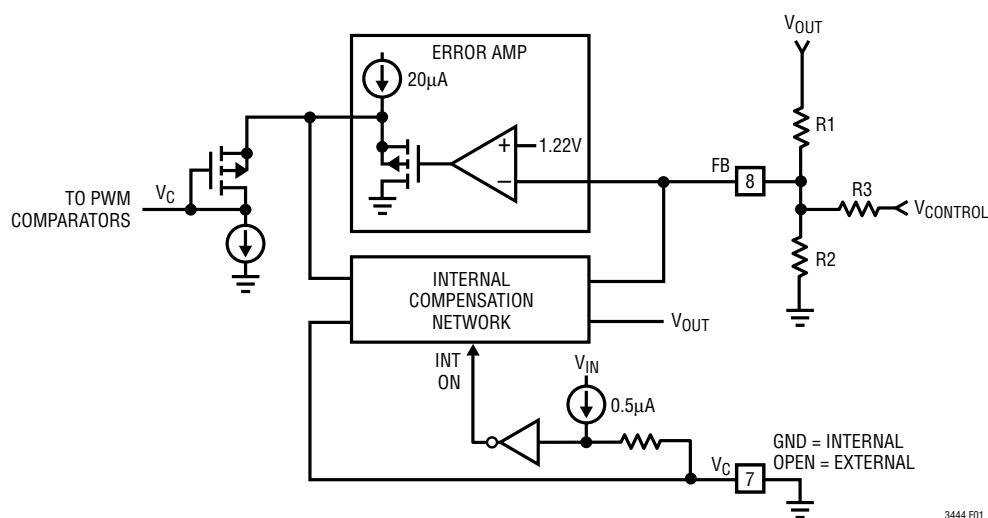

図1. 補償選択機能を備えた誤差アンプ
LTC3444の誤差アンプは電圧モード増幅器です。内部ループ補償は、適切な値のLCとR1が使われるとき制御入力の変化に対する過渡応答が最適化されるように設計されています。図1を参照してください。
出力電圧は、帰還 (FB) 抵抗分割器ストリングの加算抵抗入力を通して制御されます。図1を参照してください。図5に示されているように、出力電圧は制御電圧と逆の関係にあります。内部ループ補償を使うときは、 $V_C = GND$ で、**R1は340kでなければなりません**。外部補償R1を最初を選択してから、R2とR3を下の式を使って計算します。